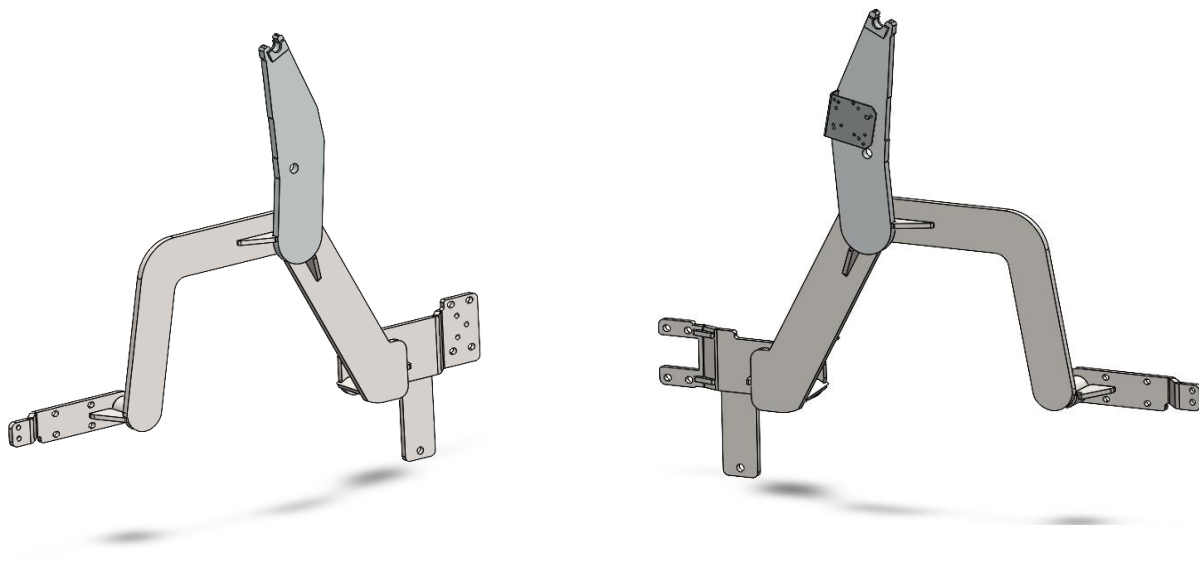
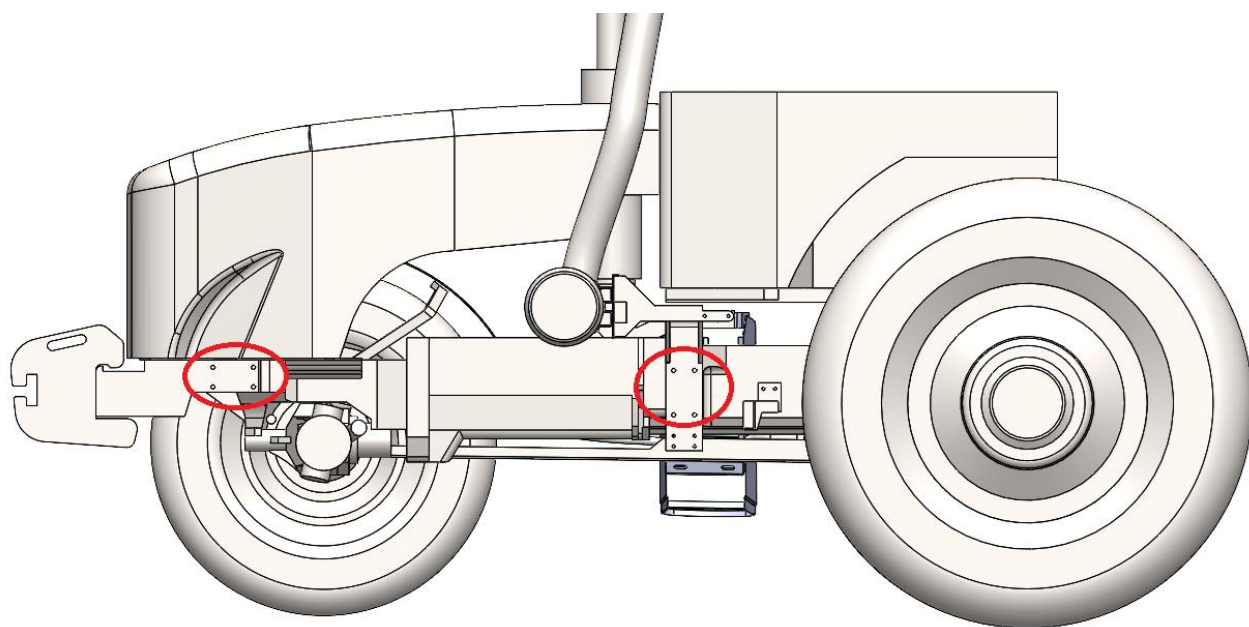

Рис. 5
Рис. 6
- а)** Первым делом производится установка левого и правого кронштейнов погрузчика (Рис.5) по задним и передним отверстиям трактора (Рис.6)